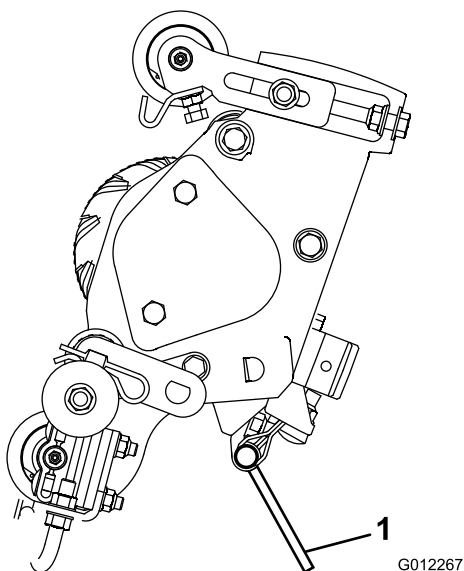

Figura 2
**Nota:** Sempre que a unidade de corte vertical tiver de ser inclinada para expor as lâminas de corte vertical, utilize o suporte (fornecido com a unidade de tracção) (Figura 2).